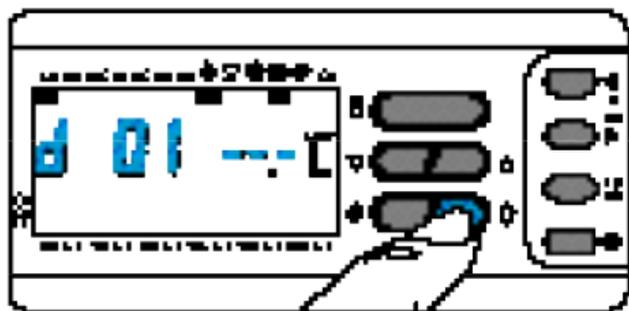

Fig. 72
13.7 - Premere due volte il pulsante \diamond (fig.72).